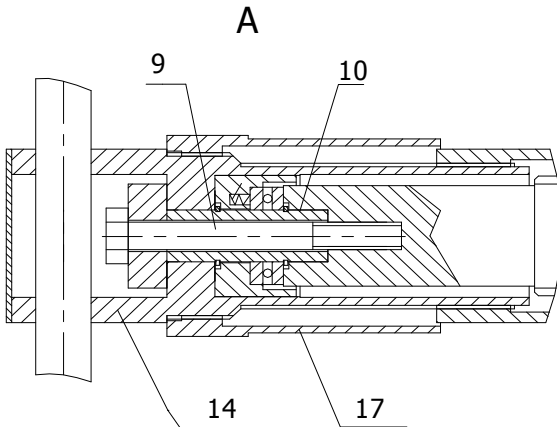
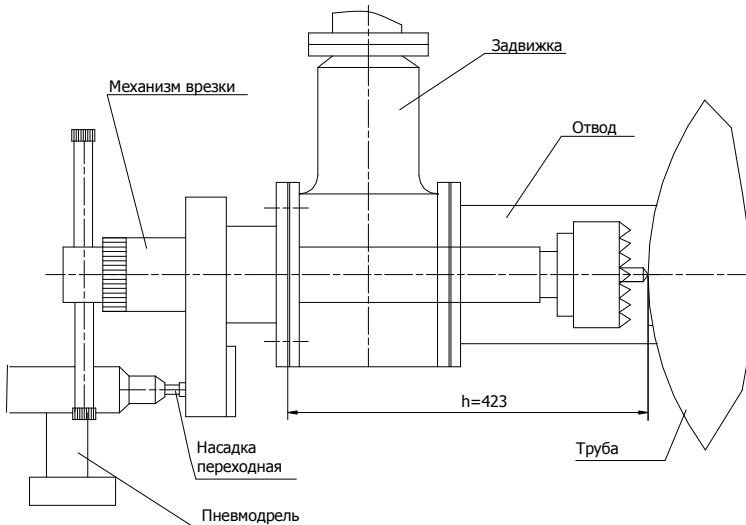

Рис.2 (остальное см. рис.1)
Рис.3
В корпусе 1 на подшипниках качения установлена втулка 2, внутри которой, с возможностью осевого перемещения, расположен шлицевой вал 3. На выходном конце вала крепится хвостовик 4. К хвостовику 4 крепится кольцевая фреза 5, которая является сменной в зависимости от диаметра магистрального трубопровода. На хвостовике 4 крепится центровое сверло 8. На другом конце вала 3 при помощи винта 9 крепится втулка 10. На втулке 10(рис.2) установлен упорный подшипник. Вращение кольцевой фрезе 5 и сверлу 8 передается от пневмодрели (рис.3) через зубчатую передачу на втулку 2 и далее через шлицевое соединение на вал 3. К корпусу 1 крепится крышка 13, в которую при помощи ручки 15 ввинчивается втулка 14. На наружной резьбе втулки 14 установлена втулка 17, которая служит для предохранения от загрязнения резьбы. Подача кольцевой фрезы 5 и сверла 8 осуществляется ручкой 15. Обратный ход шлицевого вала 3 с кольцевой фрезой и сверлом осуществляется вращением ручки 15 в противоположном направлении. Резиновая прокладка 18 и пропитанный асбест 19, закрепленный гайкой 20, предназначены для уплотнения и предохранения механизма от воды во время врезки в трубопровод.
7.2. Предварительно к магистральному трубопроводу приварите отвод с фланцем под соответствующую задвижку. Условный проход отвода должен быть равен условному проходу задвижки. Желательно предварительно накернить трубопровод в месте его сверления для надежного центрирования сверла. На отводе надежно закрепите задвижку и полностью откройте ее (рис. 3).
Предварительно выставите фрезу со сверлом на размер «h» =423 мм (рис. 3).
7.4. Для работы с механизмом нужен компрессор и пневмодрель. (рис. 3).
8.1. Подсоедините, предварительно подключенную к компрессору, пневмодрель через переходную насадку к соответствующему квадратному валу механизма (рис.3).